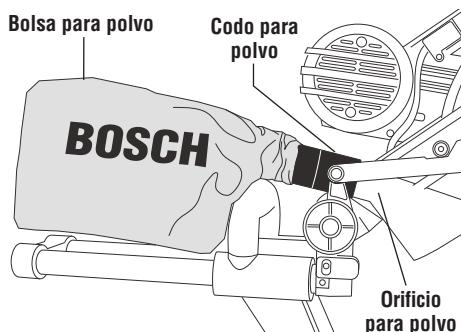

Figura 4. Bolsa y codo para polvo
- Con el brazo de inglete fijado en la posición hacia abajo, empuje el codo para polvo encima de la orificio para polvo. Empuje la bolsa para polvo sobre el codo y gírelas hasta la posición deseada (Figura 4).